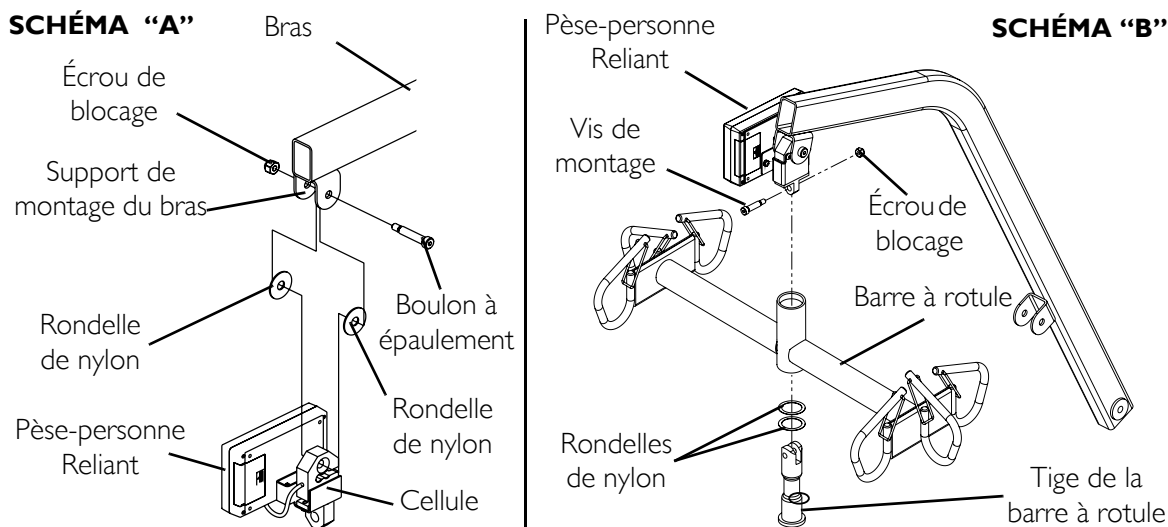

FIGURE 8.2 Installer le pèse-personne Reliant
NOTE: Pour cette procédure, se référer à la FIGURE 8.2.
1. Placer la cellule du pèse-personne dans le support de montage du bras. Se référer au Schéma "A" de la FIGURE 8.2.
2. Fixer le pèse-personne au support de montage du bras avec le boulon à épaulement, une petite rondelle en acier, deux rondelles en nylon et l'écrou de blocage. Bien serrer. Se référer au schéma "A" de la FIGURE 8.2 pour connaître l'orientation de la rondelle.
3. Insérer la tige de la barre à rotule avec deux rondelles en nylon dans la barre à rotule. Se référer au Schéma "B" de la FIGURE 8.2.
4. Aligner les orifices de montage de la barre à rotule avec les orifices de montage de la cellule. Se référer au schéma "B" de la FIGURE 8.2.
5. Fixer la tige de la barre à rotule dans le cellule avec la vis de montage et l'écrou de blocage fournis. Bien serrer. Se référer au Schéma "B" de la FIGURE 8.2.